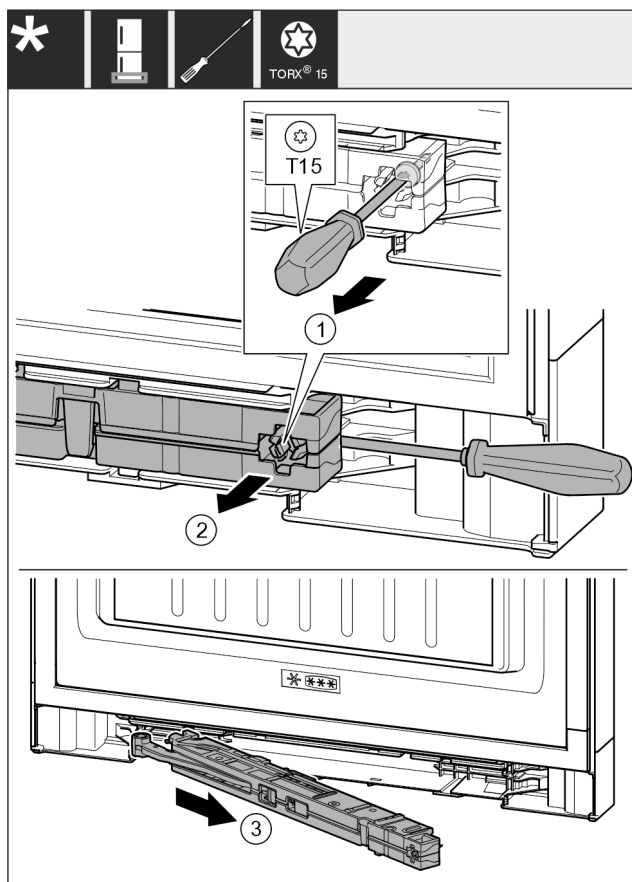

Fig. 17
- Desfaceți șurubul Fig. 17 (1) aprox. 14 mm de la unitatea amortizorului de închidere cu șurubelnița.
- Desprindeți cu o pârghie unitatea amortizorului de închidere Fig. 17 (2) de pe partea mânerului cu șurubelnița spre înainte.
- Extrageți unitatea amortizorului de închidere Fig. 17 (3).